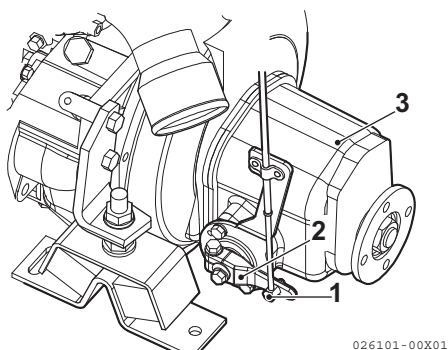
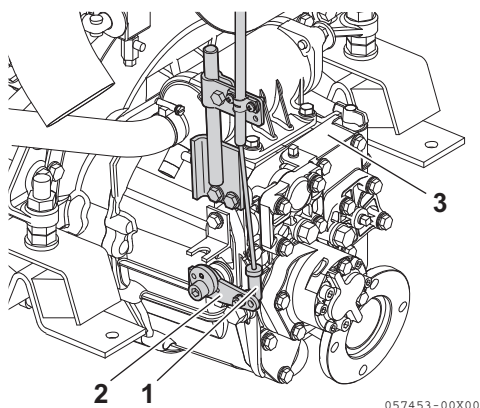

Figure 8
Figure 9
1. Assicurarsi che la leva del comando a distanza (Figure 8, (2)) o (Figure 9, (2)) si sposti nella posizione corretta quando l'impugnatura del comando a distanza si trova nelle posizioni NEUTRAL (FOLLE), FORWARD (AVANTI) e INDIETRO (RETROMARCIA). Utilizzare la posizione NEUTRO come standard per la regolazione.
2. Per regolare, allentare e poi serrare nuovamente il raccordo cavo (Figure 8, (1)) o (Figure 9, (1)).